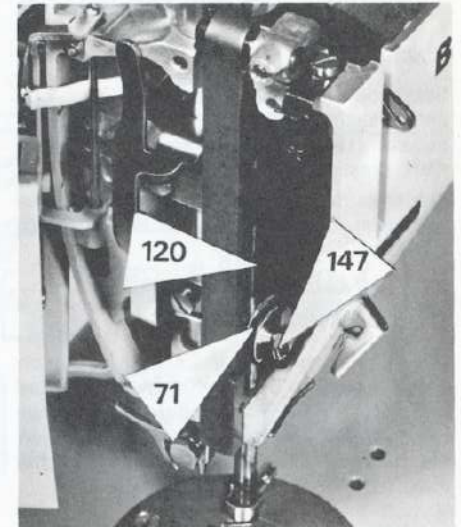

Bild 30
Die Einstellung wird dadurch erreicht, dass die Sechskantschraube (147) am Nadelstangenmitnehmer (71) gelöst wird. Jetzt lässt sich die Nadelstange (120) in ihrer Höhenlage verschieben. Nach richtiger Einstellung, wie vorstehend beschrieben, ist die Schraube (147) wieder festzuziehen (Bild 30).